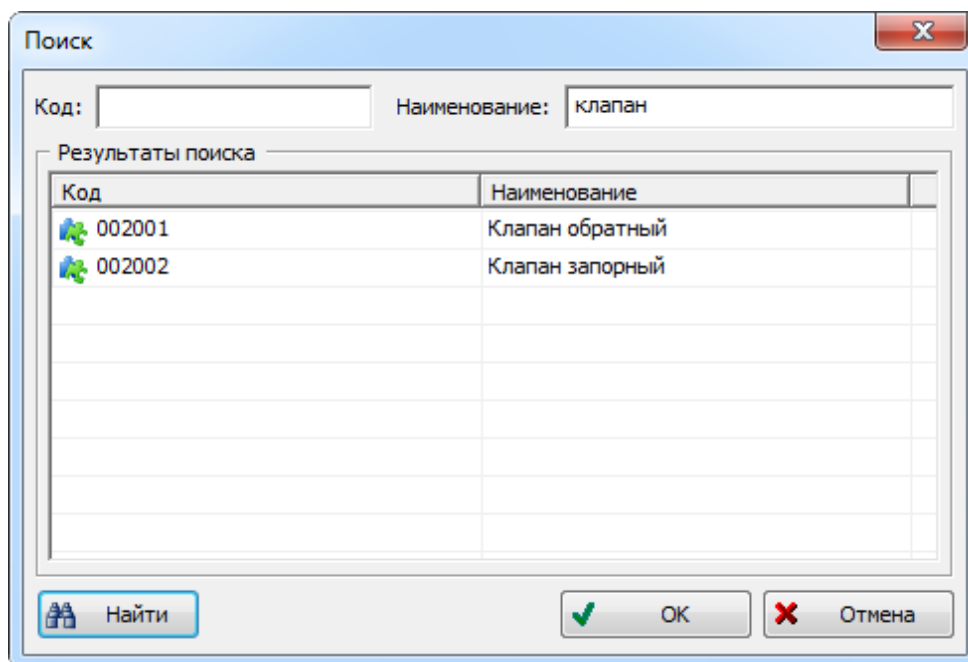

Рис. 10-178 – Поиск опциона по справочнику опционов
1) В левом окне редакторе конфигурационных базисов выбрать опцион и раскрыть значения этого опциона (1 и 2 на рис. 10-178).
2) Выбрать строку со значением опциона и в правой ее части нажать появившуюся стрелку, чтобы раскрыть список возможных вариантов настройки (3 и 4 на рис. 10-178):